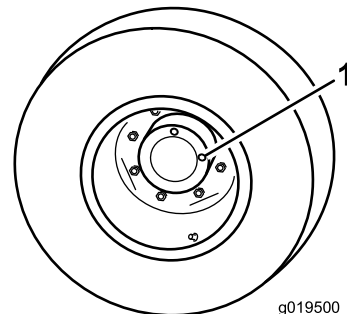

図 66
1. 水平な床面で、点検プラグ 図 66 の1つが時計の 12 時を指し、もうひとつが 3 時を指すようにマシンを駐車する。
2. 3時の位置にあるプラグを外す 図 66。